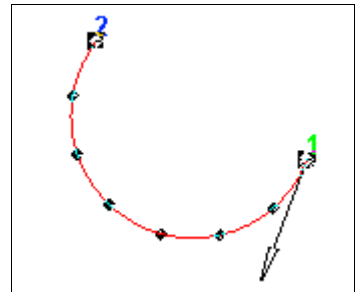

Рис. 30.3. Фантом группы точек
- ♦ по фантому построенных точек (рис. 30.3) определите правильность построения и зафиксируйте группы точек, нажав кнопку **Создать объект**. В Дереве модели появляется объект **Группа точек по кривой**. Группу точек можно разрушить и после ее создания, вызвав из контекстного меню элемента команду **Разрушить**. В любом случае объект **Группа точек** удаляется из Деревя модели, а все входившие в группу точки сохраняются как самостоятельные объекты.